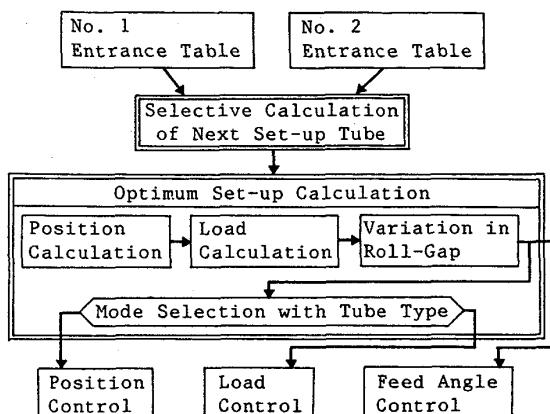

Fig.1 A Flow of Straightener Control
(1) 搬送制御
ストレートナ入口のNo.1, No.2テーブル上の材料に対して、① 段取替回数及び時間の縮小化と、② テーブルラインの円滑な流れを考慮して、次矯正材の選択及び自動装入を行なう。(Fig.1)
(2) ストレートナ設定制御